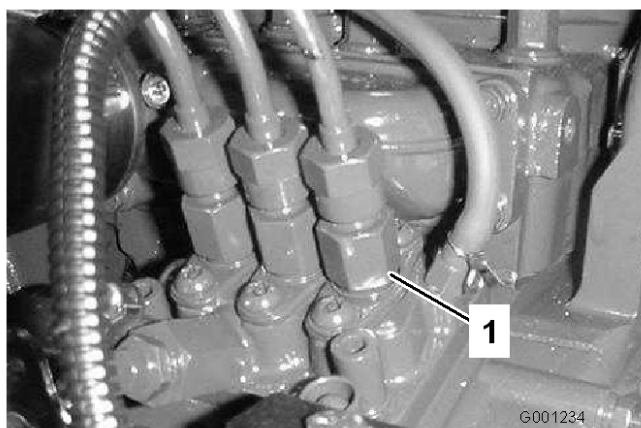

Bild 52
1. Lockern Sie den Leitungsanschluss an der Injektordüsen- und Halterungsgruppe Nr. 1 an der Einspritzpumpe (Bild 52).